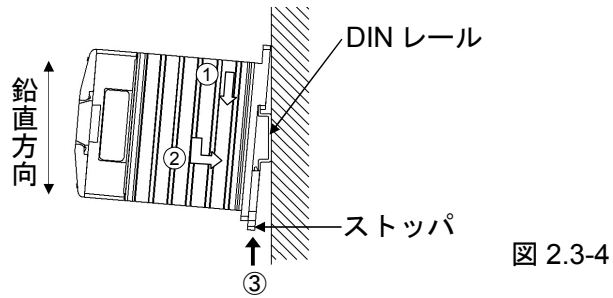

図 2.3-4
DIN レールに引っ掛け(①)、取り付けてください(②)。ストップを上げてください(③)。(図 2.3-4)